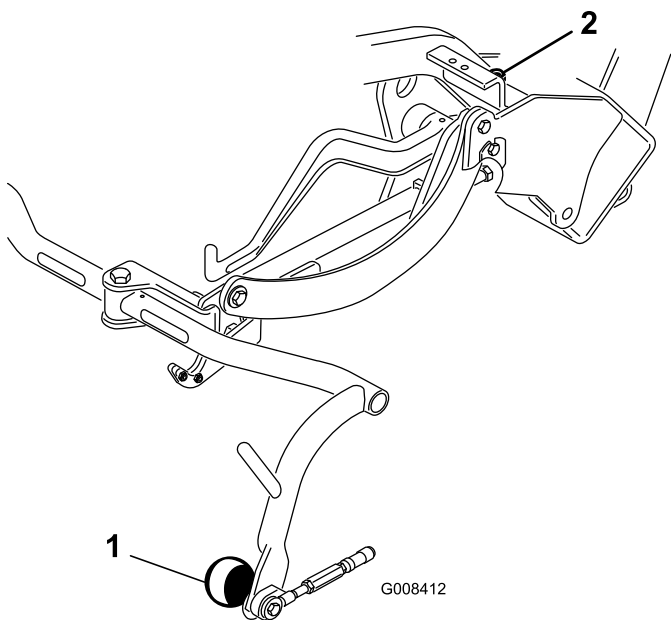

Figura 9
- Se tiver de ajustar a folga, desaperte a porca de retenção no parafuso do batente da estrutura de suporte (Figura 9) e rode o parafuso para cima ou para baixo para elevar ou descer a estrutura de suporte. Aperte a porca de retenção para bloquear o ajuste.